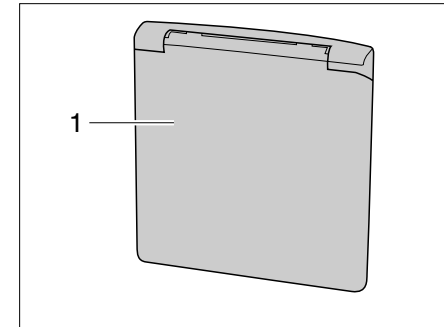

Bild 8 Klappe für 230-V-Anschluss
- ▶ Außenklappe (Bild 8,1) unten greifen und nach oben schwenken.